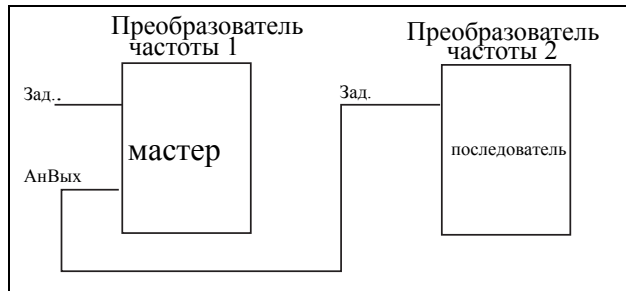

Рис. 93
- сигнала задания для следующего преобразователя частоты в конфигурации "вспомогательный/главный" (см. Fig. 93).